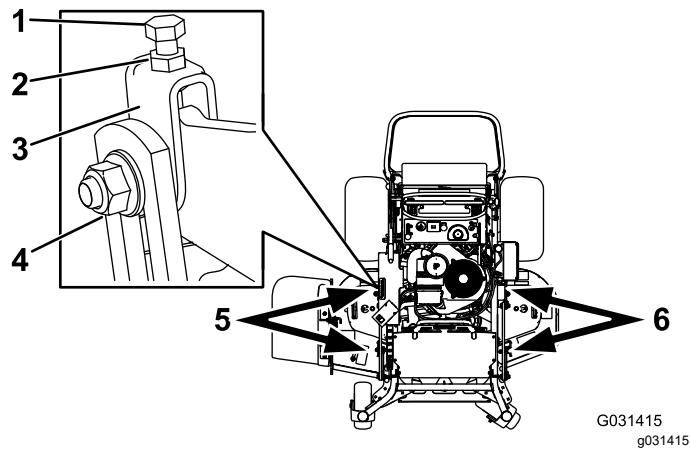

図 82
1. 調整したいデッキのヨークのサイドナットとジャムナットをゆるめる **図 82**。
2. ヨーク上部にあるボルトを回して刈り込みデッキの高さを調整する **図 82**。